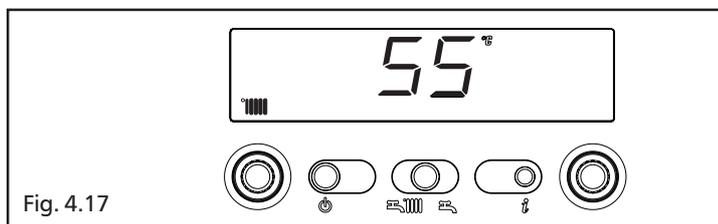

Fig. 4.17
**Info 3** visualizza la temperatura riscaldamento settata (fig. 4.17)